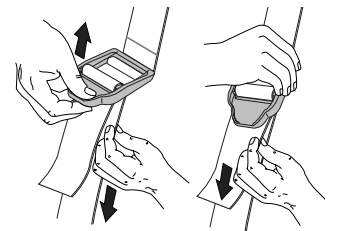

Fig. 5
- Réglez la longueur en fonction de la taille de l'opérateur. Tirez la languette pour rallonger ou tirez la bande pour raccourcir (Fig. 5).